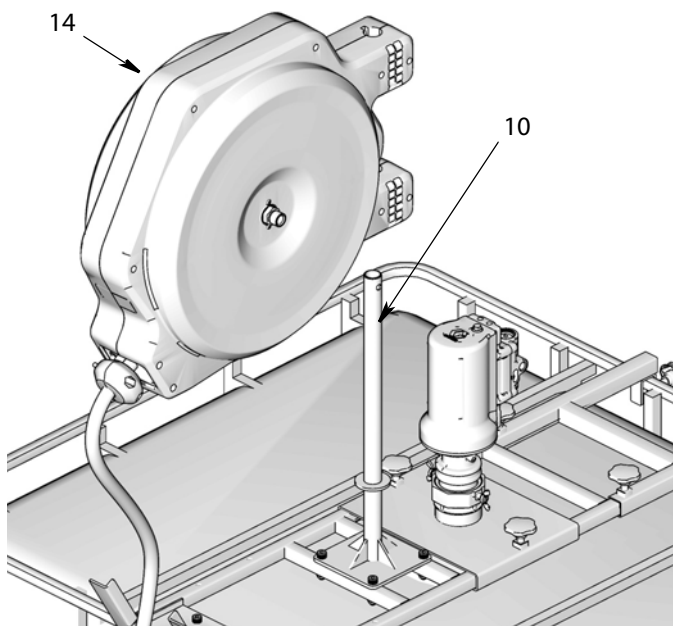

Рис. 17
- Установите шланговый барабан (14) на скобу барабана (10), как показано на Рис. 17.